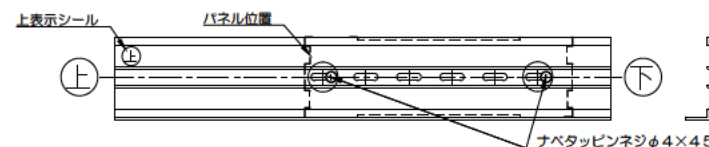

図9. 付子とパネルの固定(800<目かくしh≤1200の場合)
(1) パネルの四隅と付子の長穴の両端をφ4×4.5のナベタッピンネジで固定してください(図9)
付子とパネルを固定する際、長穴に対してネジが下に来るよう取付を行ってください(図9)。